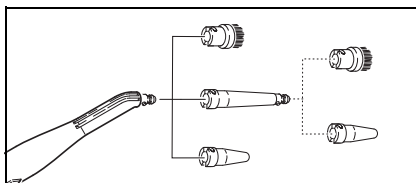

Fig. 8
- Punktstråledysen (D1) kan også benyttes sammen med forlengeren (D2), rundbørsten (D3) eller powerdysen (D4) (se fig. 8). Stikk da tilbehørets to utsparinger inn i punktstråledysens sperreanordninger og drei med urviserne til de går i inngrep.